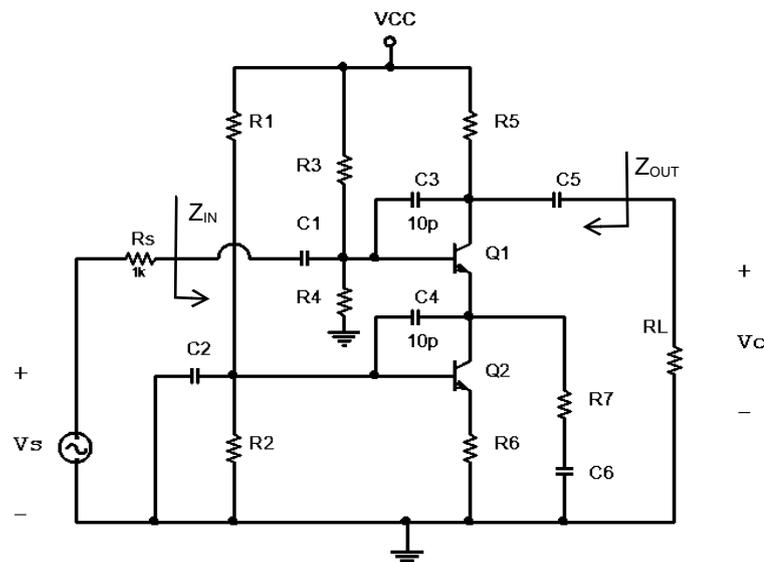

fig 1: Configuração Emissor Comum (EC)
- Projetar o amplificador da fig.1, na configuração EMISSOR COMUM (EC), para atender às características especificadas.
- Comparar o desempenho das configurações EMISSOR COMUM (EC) e CASCODE.
- Projetar o circuito da fig.1, na configuração EMISSOR COMUM (EC), atendendo aos seguintes requisitos:
- Projetar o amplificador EC da fig. 1 atendendo às especificações e escolhendo valores comerciais para os componentes;
- As colunas “projetado”, nas tabelas anexas (EC e CASCODE) devem ser preenchidas com os valores obtidos nas verificações de cada configuração, respectivamente, itens 6 a 9 (EC) e 10 a 11 (CASCODE) da memória de cálculo.
Observar que as diferenças entre os circuitos das fig.1 e fig.2 estão apenas nas ligações de R_s aos capacitores C1 ou C2 e nas ligações de R7 ao coletor ou emissor de Q2.
- Para o circuito da fig. 1: